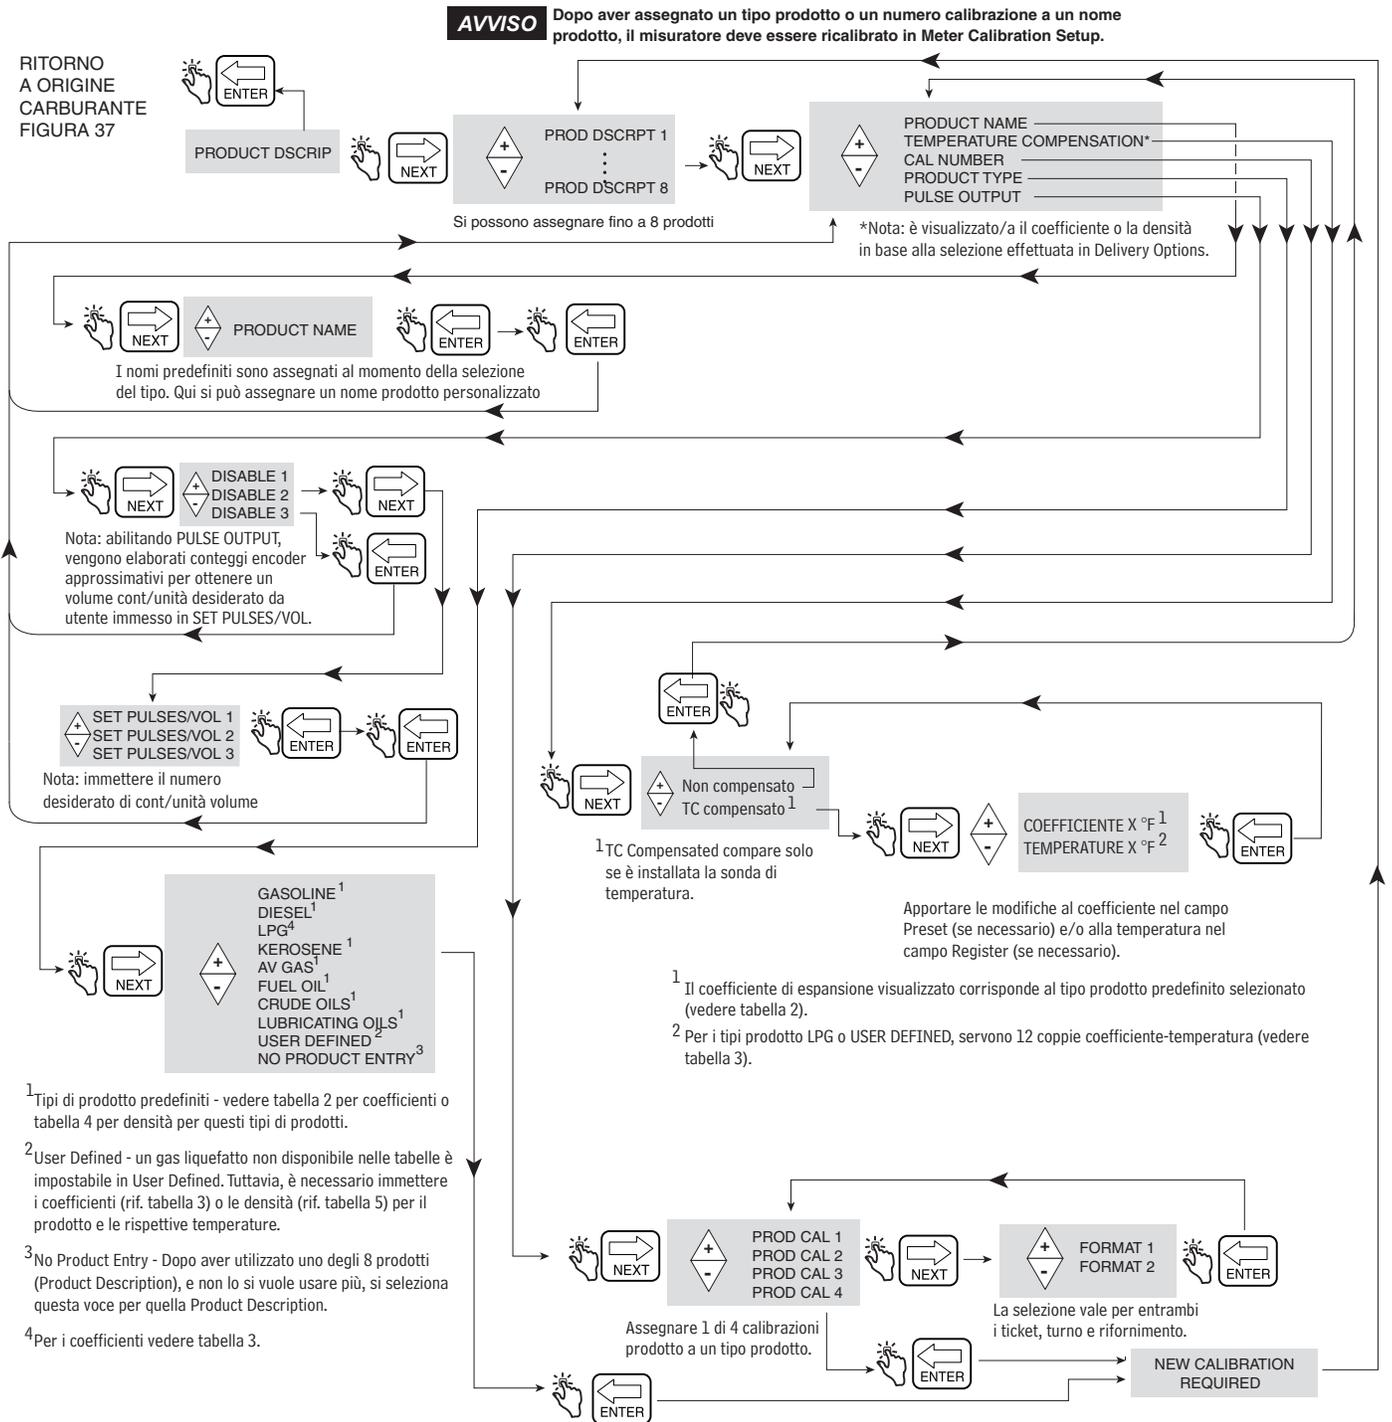

Figura 40. Impostazione di Product Description
La Figura 40 illustra le opzioni di impostazione di Product Description. Per l'EMR4 si possono assegnare fino a otto prodotti. Ogni prodotto ha un tipo, un nome e un fattore di compensazione termica. La compensazione termica per tutti i prodotti si calcola mediante il coefficiente termico o la densità, come selezionato nell'impostazioni delle opzioni di rifornimento (pagina 51).
I valori del coefficiente (C_{oe}) possono essere cambiati per soddisfare determinate specifiche del carburante/ prodotto. Il fattore "t" è la temperatura misurata del carburante. Ad esempio, usare la procedura descritta nella Figura 40 a pagina 42 per cambiare il coefficiente di espansione predefinito per il Diesel da 0,00081 a 0,00083. Per calcolare il volume termicamente compensato, il coefficiente di espansione (C_{oe}) è ora uguale a 0,00083.
4. Dopo aver completato i 3 passaggi precedenti, modificare il valore di densità predefinita per massimo otto prodotti specifici, come descritto nella Figura 40, Impostazione descrizione prodotto.